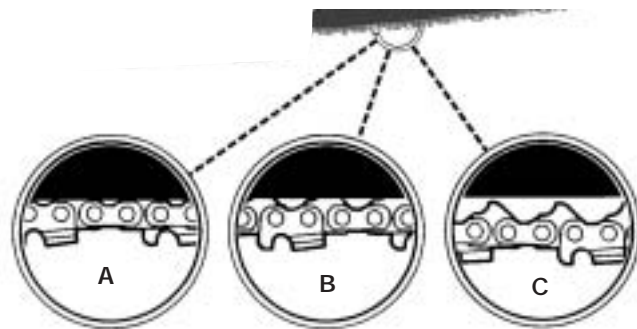

Fig. 11
REMARQUE : La tension d'une chaîne neuve doit être contrôlée fréquemment pendant son rodage, après aussi peu que cinq coupes. Les intervalles entre réglages s'espaceront rapidement (Fig. 11).
MISE EN GARDE: Si une chaîne est trop tendue ou trop lâche, le guide-chaîne et les roulements de vilebrequin s'useront plus rapidement. Étudier la Figure 11 pour tout renseignement concernant la tension appropriée pour moteur chaud (A) ou froid (B), et comme guide indiquant quand la chaîne a besoin d'être ajustée (C).